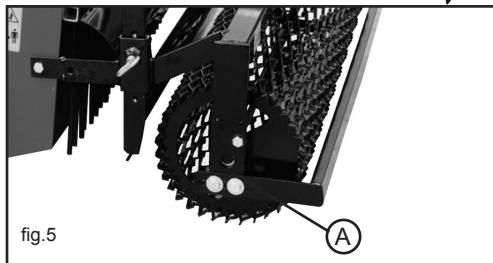

fig.5
2. Die Walzehalterungen schmieren (Fig.5 - Punkt A).